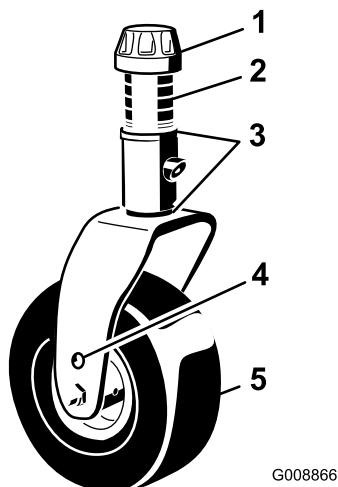

Figura 20
- Retire a tampa de tensionamento do eixo roscado e desloque o fuso para fora do braço da roda giratória (Figura 20).